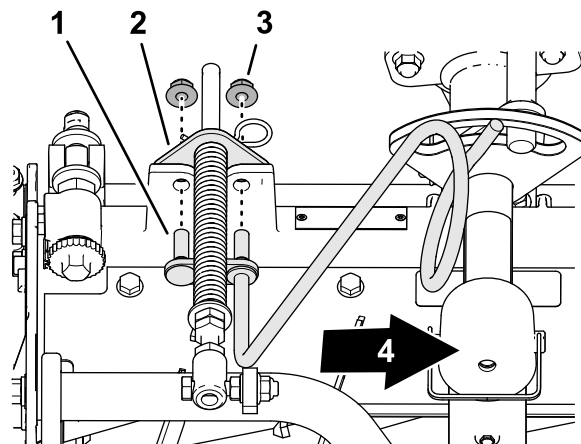

Figura 15
3. Aliniați tifturile ghidajului pentru furtunul din dreapta cu orificiile cadrului unităii de tăiere i suportul de compensare pentru gazon (Figura 15).